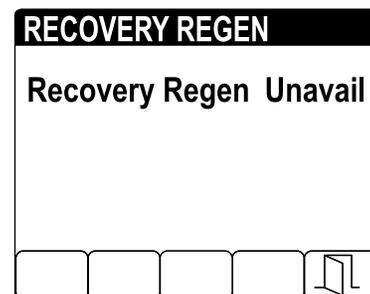

Figura 22
- Si el ordenador del motor no ha solicitado una regeneración de recuperación y selecciona la opción RECOVERY REGEN Figura 22 (Regeneración de recuperación), la pantalla Recovery Regen se bloquea (no está disponible).